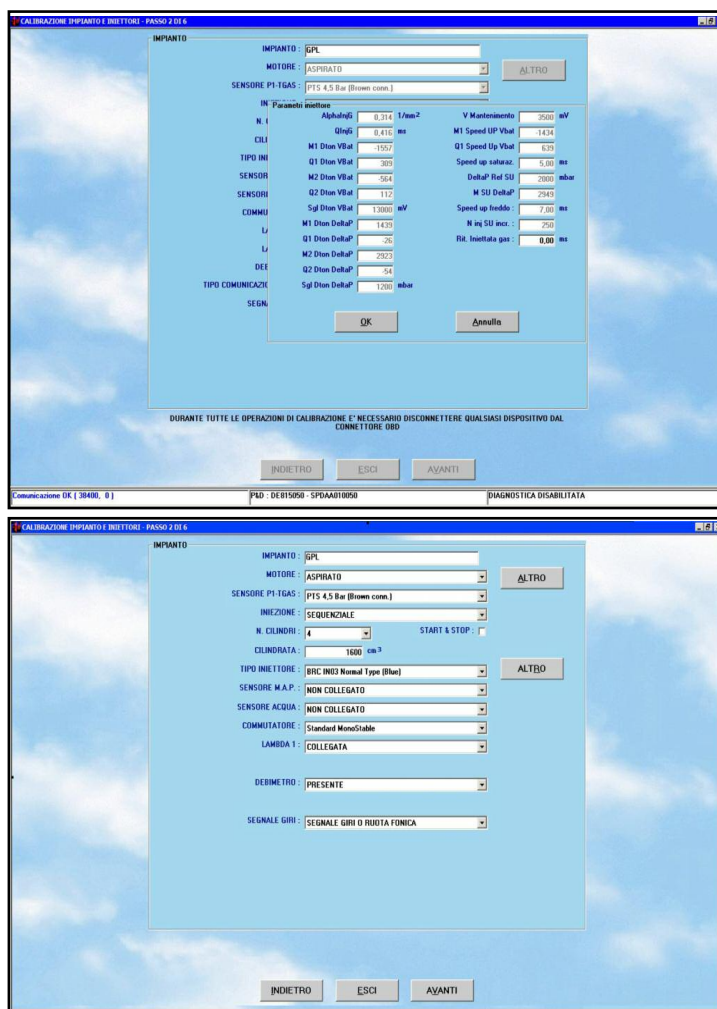

fig. 4-7
**NOTA:** premendo sul tasto *ALTRO* in basso è possibile visualizzare tutte le caratteristiche di funzionamento degli iniettori impostati. Parametri che non possono essere modificati dall'interfaccia Installatori. Inoltre sono visibili alcuni parametri di messa punto visibili in base al tipo di Centralina utilizzata (fig. 4-7).